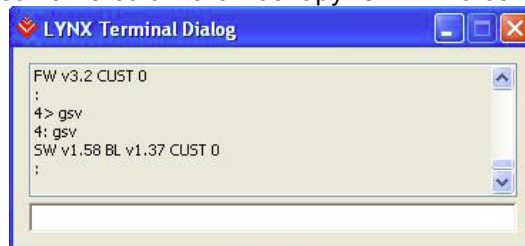

Рисунок 4.10 Окно LYNX Terminal Dialog
**Show/Hide Terminal Dialog Window:** команда открывает / закрывает окно терминала – Рисунок 4.10